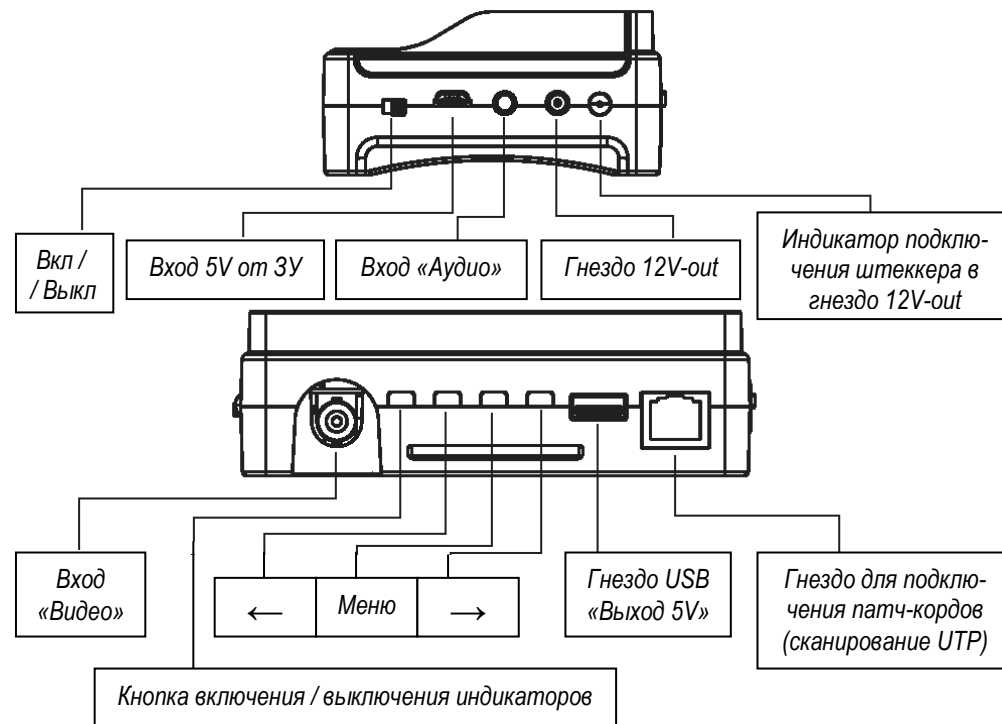

Рис. 3 Боковая и верхняя панели прибора.
- 5.1.2 Подключить зарядное устройство из комплекта поставки (Разд. 3) в разъем Вход 5V на боковой панели прибора (см. Рис. 3).